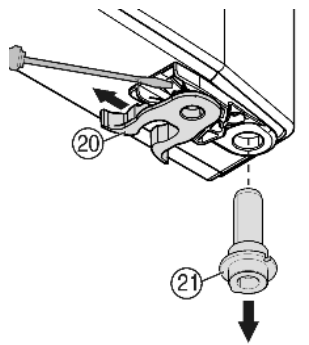

Fig. 9
- ▶ переставить пружинный зажим Fig. 9 (20): Нажмите вниз язычок защелки, снимите с него пружинный зажим.
- ▶ Извлеките опорный палец Fig. 9 (21) из втулки двери и вставьте вместе с шайбами на противоположную сторону. Язычок защелки должен быть направлен к внутренней стороне двери, паз — к внешней стороне.
- ▶ Поверните нижнюю часть двери и вставьте опорный палец Fig. 9 (21) в опорный кронштейн. При необходимости покрутите опорный палец, чтобы он смог заскочить.